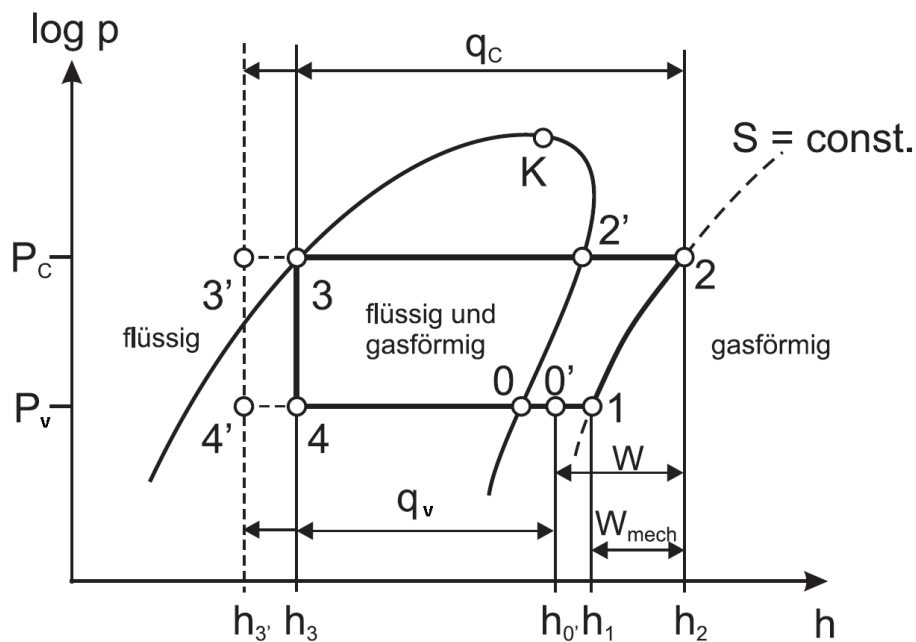

Abbildung 3: Kreisprozess im Enthalpiediagramm
Das verwendete Kältemittel Tetrafluorethan $\text{CF}_3\text{CH}_2\text{F}$ (Handelsname: R134a) ist ein farbloses, fast geruchloses Gas, welches unter Druck leicht verflüssigt werden kann. Mit dem Mollier-Diagramm (Enthalpiediagramm), Abb. 4 auf Seite 6 und Abb. 6 auf Seite 9, können Energie-Umsetzungen und Phasenübergänge des Kältemittels im gesamten Wärmepumpenkreislauf quantitativ beschrieben werden. Abb. 3 zeigt schematisch einen vollständigen Wärmepumpenkreislauf. Auf der vertikalen, logarithmisch geteilten Achse ist der Druck in bar aufgetragen, auf der horizontalen Achse kann die spezifische Enthalpie h (in kJ/kg) abgelesen werden, die auf die Kältemittelmenge bezogen ist. Energie-Umsetzungen, d.h. sowohl Wärmemengen als auch Verdichtungsarbeit, sind in dieser Darstellung als Strecken parallel zur Enthalpieachse abzulesen.
[1 → 2] : Unter der Annahme, dass die Verdichtung von p_v auf p_c adiabatisch und reversibel abläuft (Entropie konstant), folgt man bei [1] der Linie konstanter Entropie bis zum Druck p_c und erreicht somit [2]. Der Energieaufwand ist $W_{\text{mech}} = h_2 - h_1$ gemäß Abb. 3.
2. Zeichnen Sie zwei Kreisprozesse (nämlich nach 7 Minuten und nach 14 Minuten Laufzeit) in das vergrößerte Enthalpiediagramm. **Wichtig: Auf die abgelesenen Drücke muss wegen des Atmosphärendrucks noch 1 bar dazuaddiert werden.** Anschließend bestimmen Sie die *momentanen* Leistungszahlen ϵ_{warm} und ϵ_{kalt} für 7 Minuten und 14 Minuten aus dem Enthalpiediagramm (Fehlerabschätzung!). Nach Abb. 3 und wegen (10) und (11) gilt: